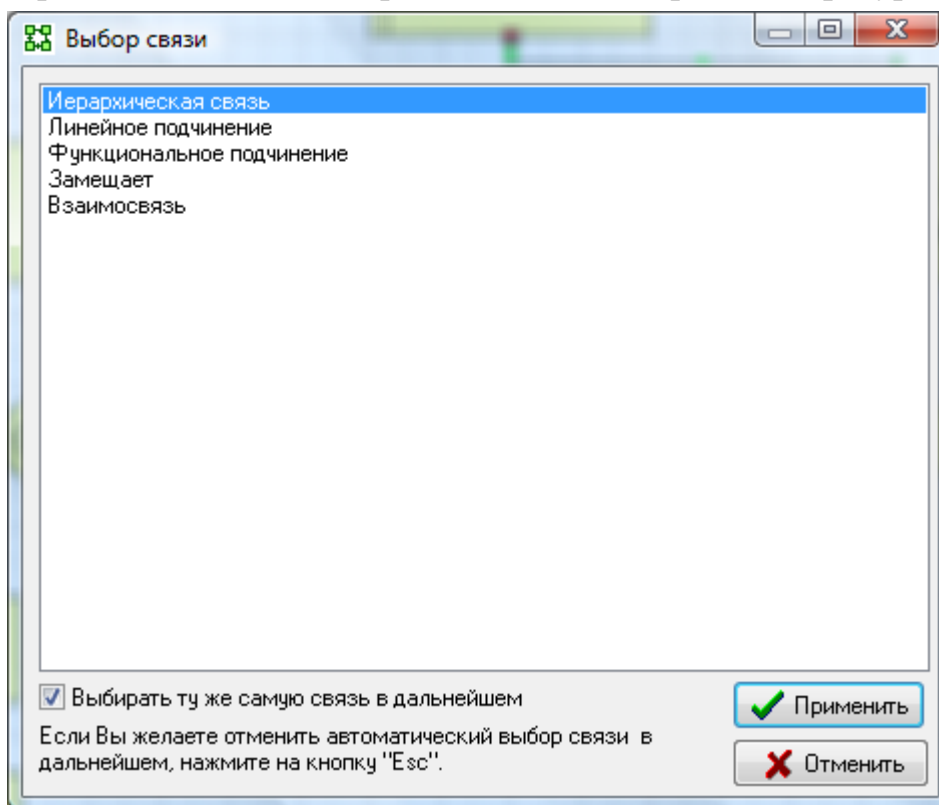

Рис. 60. Окно Выбор связи
2. В появившемся окне *Выбор связи* (рис. 60) выделите *Иерархическая связь*, установите галочку в поле *Выбирать ту же самую связь в дальнейшем* и нажмите кнопку *Применить*.